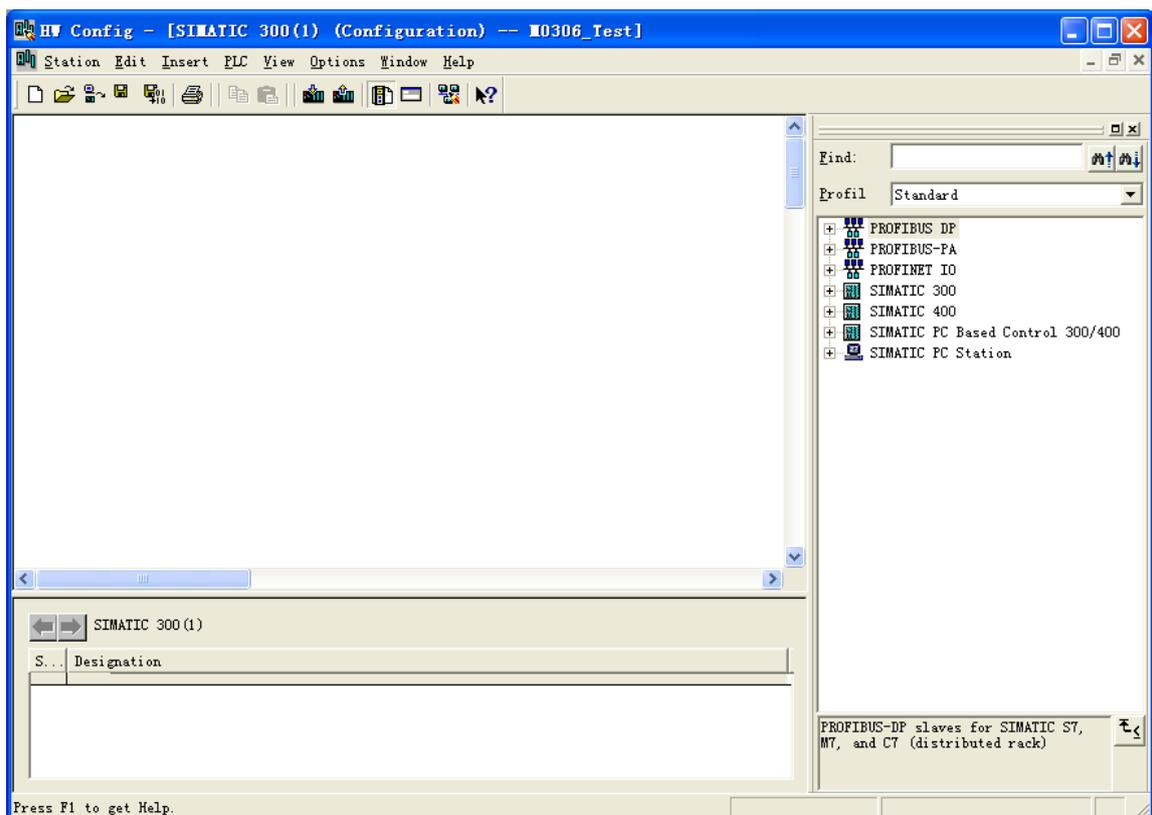

图 4.31 硬件组态
3) 展开 M0306\_Test, 选择 , 双击“Hardware”图标, 打开硬件组态, 如下图 4.31 所示: